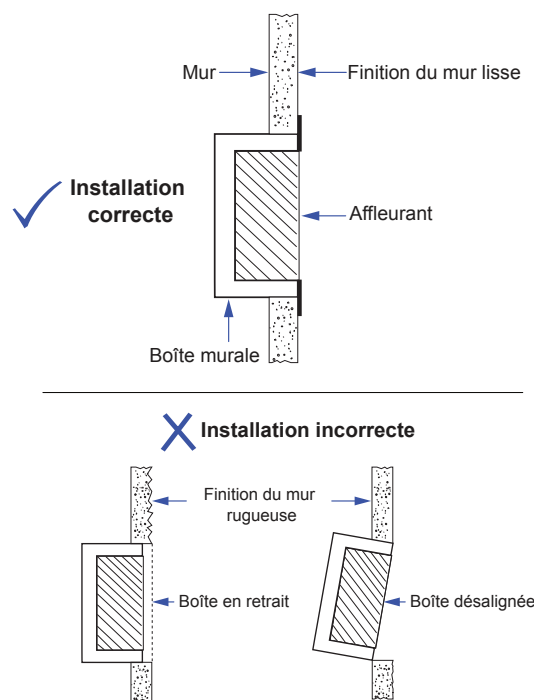

Figure 4.5.1 Installation appropriée de la boîte électrique
1. Assurez-vous que la boîte électrique encastrée est d'aplomb, d'équerre et affleurante à la surface du mur (voir la figure 4.5.1).